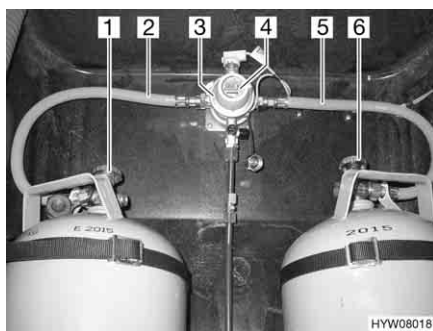
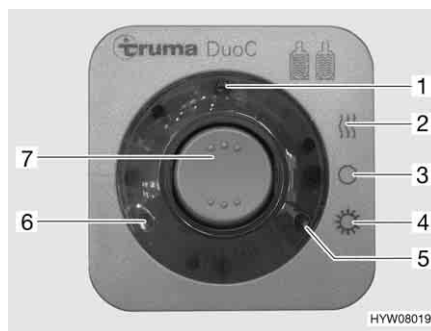

Fig. 73 Impianto di commutazione DuoControl
Fig. 74 Centralina di controllo
L'impianto di commutazione DuoControl è costituito da una valvola di commutazione (Fig. 73,3) e da una centralina di controllo (Fig. 74). La valvola di commutazione è installata tra i tubi del gas (Fig. 73,2 e 5). Con la manopola (Fig. 73,4) sulla valvola di commutazione è possibile stabilire, quale delle bombole del gas viene utilizzata come bombola in uso e quale bombola del gas viene utilizzata come bombola di riserva.
Sulla centralina di controllo (Fig. 74) possono venire azionate solo le funzioni elettriche. Le valvole principali di arresto delle bombole del gas (Fig. 73,1 e 6) devono essere aperti manualmente.
La valvola di commutazione garantisce una pressione del gas costante, indipendentemente da quale bombola provenga l'alimentazione del gas. Le due spie di controllo sulla centralina di controllo indicano il livello di riempimento della bombola in uso. Se è accesa la spia di controllo verde (Fig. 74,6), la bombola in uso è piena. Se è accesa la spia di controllo rossa (Fig. 74,5), la bombola in uso è vuota. Il rifornimento di gas avviene poi tramite la bombola di riserva.
- Aprire le valvole principali di arresto delle bombole del gas (Fig. 73,1 e 6).
- Con la manopola (Fig. 73,4) sulla valvola di commutazione (Fig. 73,3) selezionare la bombola del gas, da cui proviene la principale alimentazione del gas (bombola in uso).
- Sulla centralina di controllo (Fig. 74) attivare l'impianto di commutazione DuoControl.
Posizionare l'interruttore a bilico (Fig. 74,7) su funzionamento invernale "On e riscaldamento" (Fig. 74,2) oppure su funzionamento estivo "On" (Fig. 74,4). La valvola di commutazione è ora disareata. La spia di controllo gialla (Fig. 74,1) è accesa, se si seleziona la modalità di funzionamento invernale e l'impianto antighiaccio con regolatore è attivato.
- Portare l'interruttore a bilico (Fig. 74,7) in posizione "O" (Fig. 74,3). La spia gialla di controllo (Fig. 74,1) si spegne.
- Chiudere le valvole principali di arresto delle bombole del gas (Fig. 73,1 e 6).
Le spie di controllo sulla centralina di controllo (Fig. 74,5 e 6) segnalano all'interno del veicolo, se la bombola in uso è pronta al funzionamento.
Se la spia di controllo verde (Fig. 74,6) si spegne durante il funzionamento e la spia di controllo rossa (Fig. 74,5) si accende, significa che la bombola del gas selezionata come bombola in uso è vuota e deve essere sostituita. La bombola di riserva continua ad alimentare le utenze a gas.